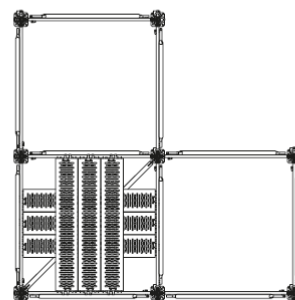

Fig. M.09
- ⇒ Raccordement de la structure avec d'autres éléments système (Fig. M.08) ou élargissement de la base (Fig. M.09) en unités stables.